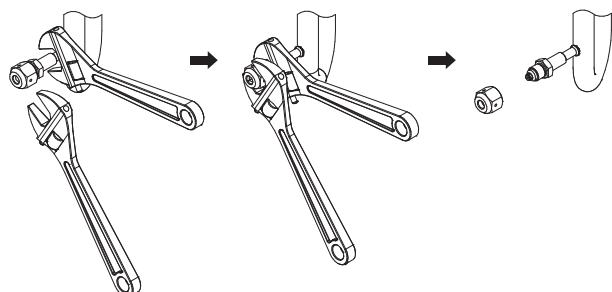

Figure 2
- Retirez le capuchon évasé et l'écrou évasé du port de jauge - clapet anti-retour (Figure 2).